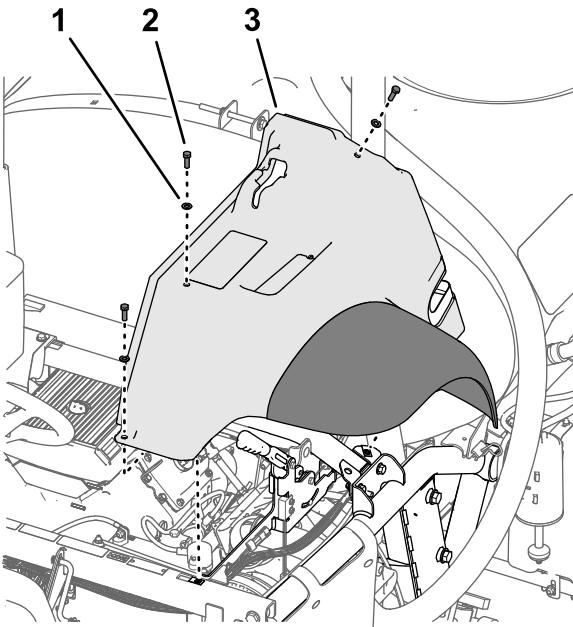

图219
4. 使用在 卸下左、右前挡泥板 \(页码 9\)的步骤 2 中卸下的 3 个螺栓 5/16 x 1 英寸和 3 个垫圈 5/16 英寸将挡泥板松松地安装到机架 图219 上。